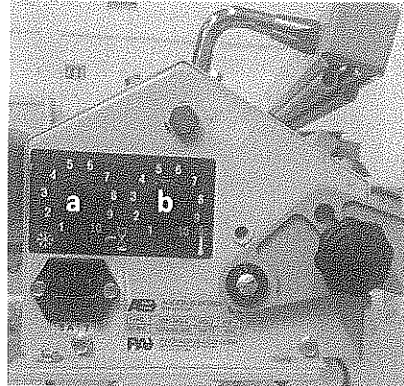

Figura 1. Botones de regulación de la Máquina Audion MAGNETA 1020:
- 6.2.3 El Operador deberá realizar pruebas de sellado colocando los botones de regulación en las posiciones 4 o 5, estos están situados a la izquierda de la máquina, el botón A regula el tiempo y el botón B regula la temperatura. (ver Figura 1).
- 6.2.7.1 Un material fino requiere un tiempo de sellado más breve, la posición de los botones de regulación son de 2 o 4 (ver Figura 1).
- 6.2.7.2 Un material grueso requiere de un tiempo de sellado más largo, la posición de los botones de regulación son de 6 o 8 (ver Figura 1).